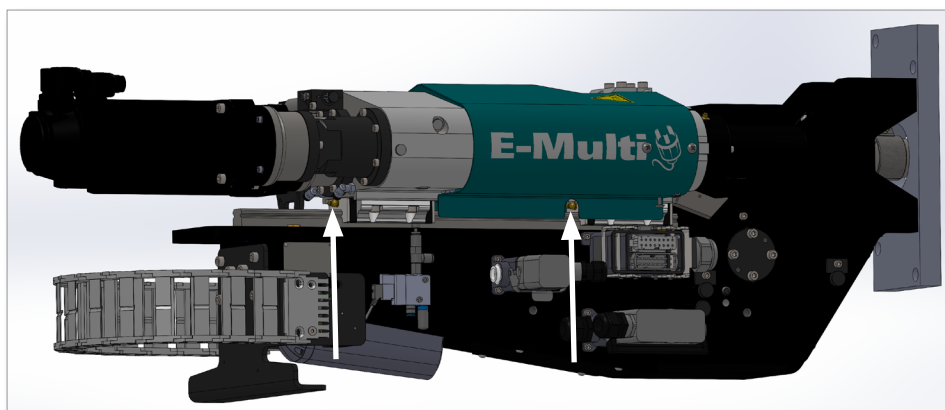

Figura 9-2 Pontos de lubrificação da guia linear (2)
Consulte a secção "Figura 9-2 Pontos de lubrificação da guia linear (2)" on page 9-9, e a secção "9.4.1.3 ER2" on page 9-13, para os pontos de lubrificação dos modelos ER1 e ER2.